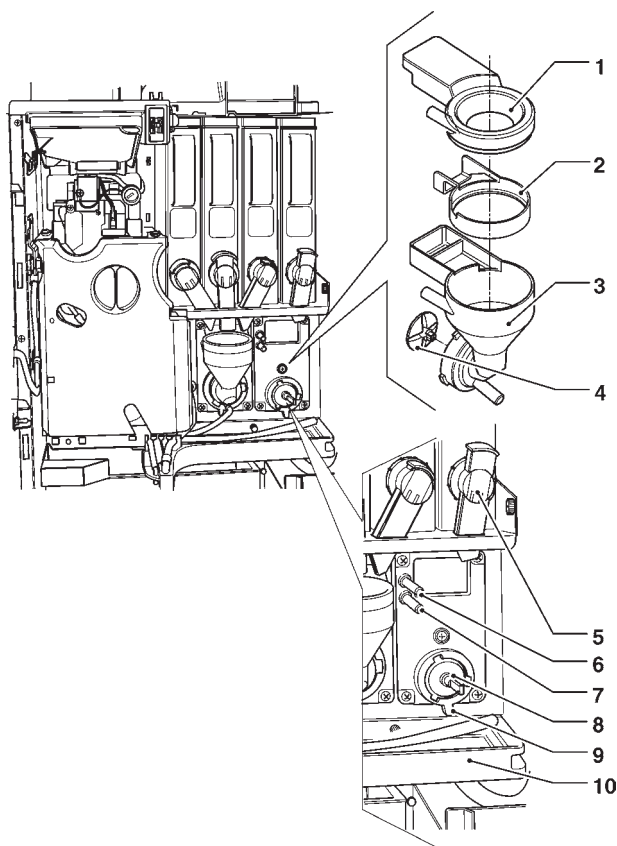

Fig. 33
- Extraiga (véase la fig. 33) de los mezcladores los embudos de los polvos, los encauzadores de agua, los embudos del depósito de polvo y las paletas de los motoagitadores;